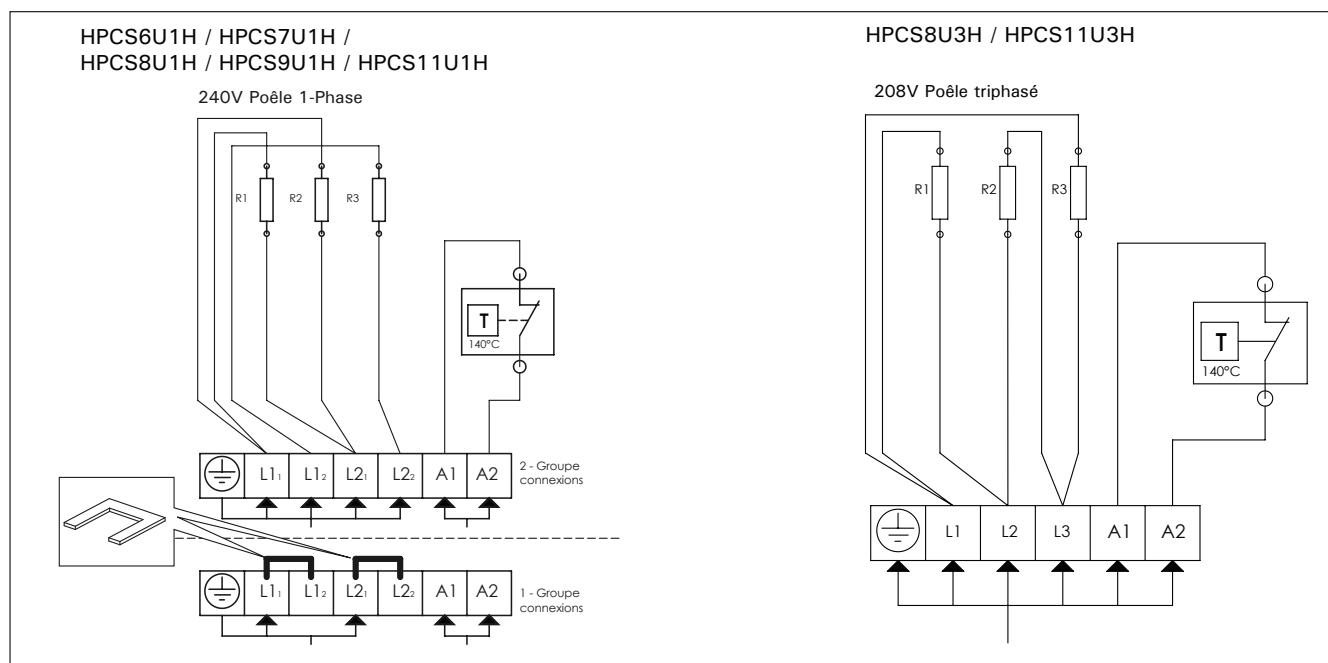

Figure 7. Connexions électriques de poêle
2. Voir le schéma de câblage correspondant au modèle de poêle (voir fig. 7, Voir le manuel du centre de contrôle pour obtenir des instructions détaillées sur la connexion du poêle et du centre de contrôle). Le poêle doit être installé de manière permanente en utilisant une conduite hermétique entre le poêle et le mur de la cabine (les marettes de raccord ou prises de courant mâle ne sont pas autorisés dans la cabine). Le câblage doit être effectué par un électricien agréé qui doit